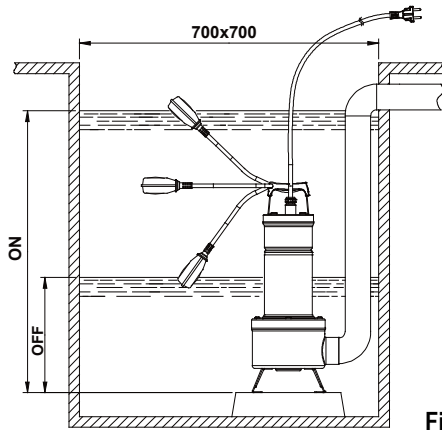

Fig.1
- Om det är mycket smutsigt på brunnens botten där pumpen ska installeras bör pumpen placeras på ett stöd för att undvika igensättning (Fig.1)
- För versionen som är utrustad med flottörbrytare ska du kontrollera att flottören kan röra sig fritt (se avsnitt "INSTÄLLNING AV FLOTTÖRBRYTARE"). Min. mått på brunnen där pumpen ska installeras anges i Fig.1. Brunnen måste alltid dimensioneras i förhållande till mängd inloppsvatten och pumpens kapacitet, så att motorn inte måste starta ett överdrivet antal gånger.